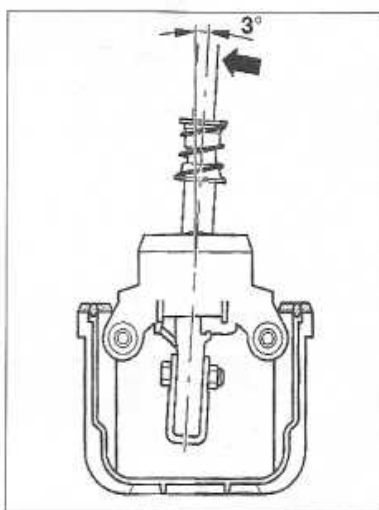

Figure 3-5
- Ajuster le levier et l'incliner vers l'arrière d'environ 3° par rapport à la verticale (**figure 3-5**).